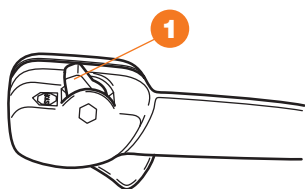

Рис. 9
- Установите выключатель зажигания двигателя ❶ на ручке управления в положение запуска «**START**» (Рис. 9).
- Переведите выключатель зажигания  в положение «STOP» (Рис. 9).